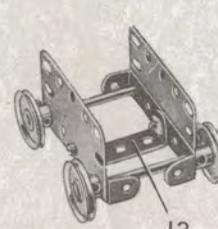

Fig. 5.11b
Le wagonnet (fig. 5.11b) est formé par deux plaques flexibles de 6×4 cm. et deux bandes coudées de 60×12 mm. réunies par une bande coudée de 38×12 mm. (12). Les roues sont des poulies de 25 mm. fixées sur des tringles de 5 cm. et elles circulent sur les cornières de 25 trous du portique.